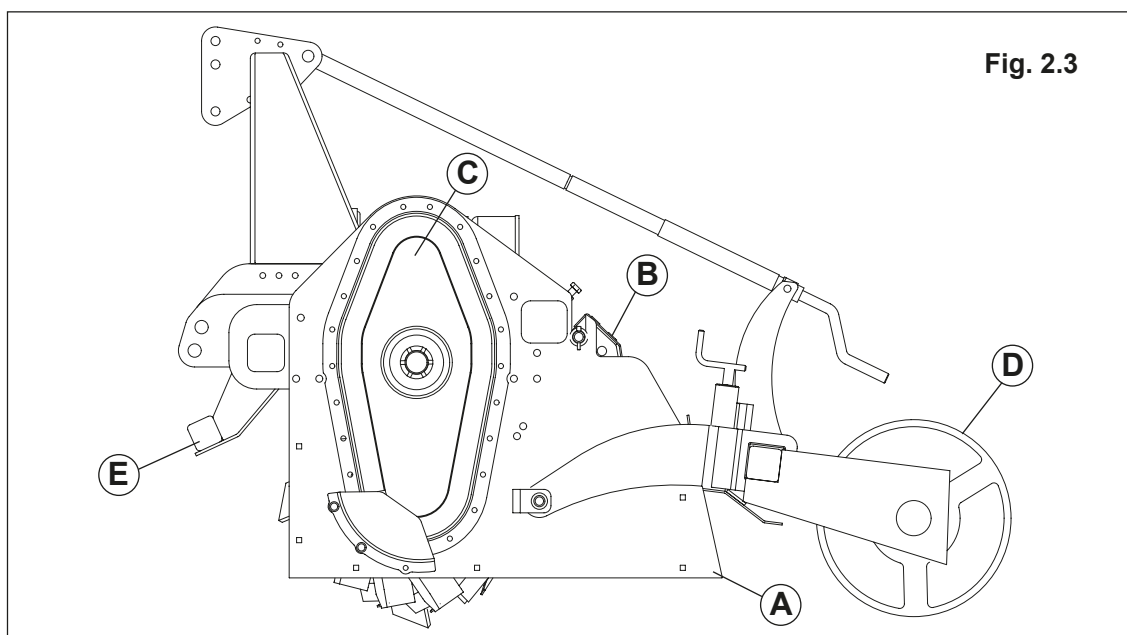

Fig. 2.3
- El producto está dotado de protecciones de seguridad según la normativa vigente, que no deberán ser extraídas nunca bajo ningún concepto. En la Fig.2.3 se indican con (E) las barras de protección delanteras que están instaladas en todos los modelos de fresa o Frangor, en ambos lados de la máquina. Si estas protecciones de seguridad están ausentes o dañadas, está absolutamente prohibido poner en marcha la máquina y utilizarla.
- Varios componentes de la máquina tienen también la función de protecciones de seguridad (Fig.2.3): los laterales (A), el deflector trasero (B), la tapa transmisión lateral (C). Otros componentes como el rodillo trasero (D) desempeñan funciones importantes para fines de seguridad, por lo que la máquina debe utilizarse siempre equipada con todas sus piezas. La extracción de cualquiera de las piezas suministradas con el producto está prohibida porque podría causar situaciones de peligro.